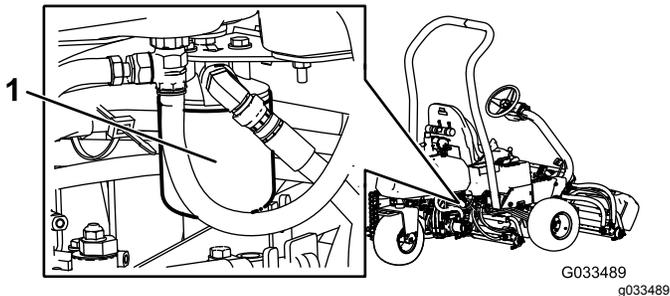

Рисунок 52
- Повторите пункты 1 и 2 для правого гидравлического фильтра (Рисунок 52).